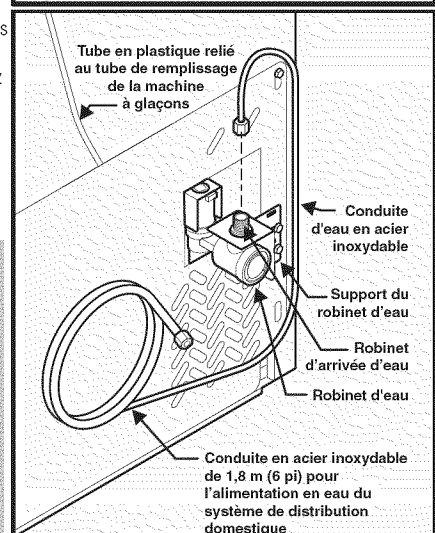

Figure 2
- Si vous utilisez du tuyau en acier inoxydable - L'écrou et la bague sont déjà installés sur le tuyau. Faites glisser l'écrou à compression sur l'entrée du robinet et serrez à la main l'écrou sur le robinet. Serrez d'un autre demi-tour à l'aide d'une clé; NE serrez PAS trop. (Reportez-vous à la figure 2.)